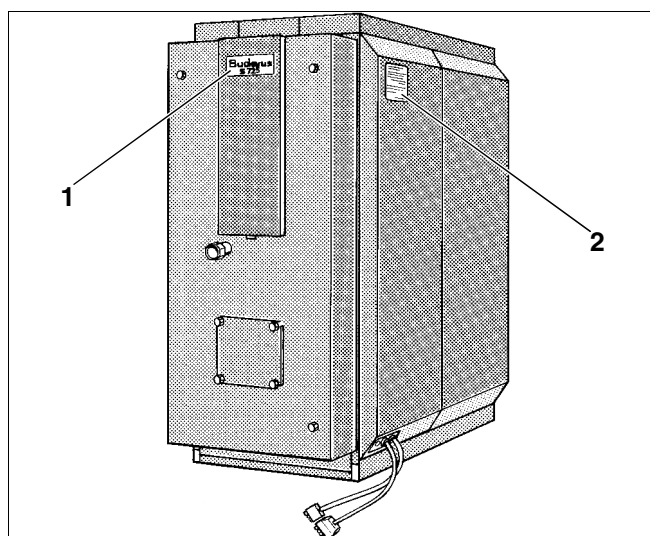

Fig. 22 Schemă de principiu
- Prindeți tăblița de identificare produs în partea din față a cazanului (Fig. 22, **Poz. 1**).
- Prindeți tăblița de identificare tip produs în partea laterală a cazanului (Fig. 22, **Poz. 2**).